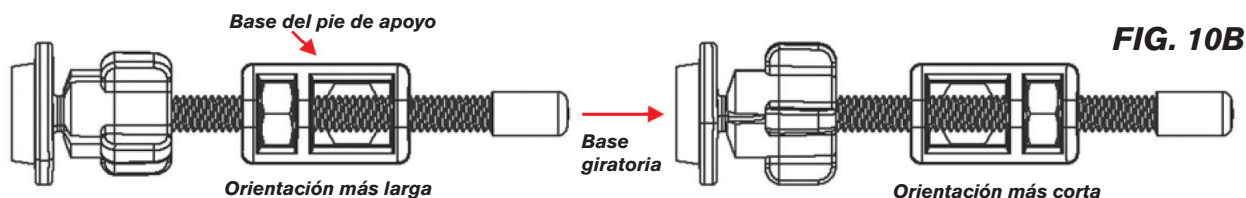

FIG. 10B
- Pase el perno de ajuste hacia adentro en dirección a la pared de la plataforma, ejerciendo algo de presión sobre el pie, luego continúe moviendo el perno hacia adentro con la llave dinamométrica para apretar a 70 libra-pulgada (5.9 libra-pie), hasta que el riel esté visualmente nivelado. El perno de ajuste se puede quitar y la base se puede girar 180 grados para ajustar el espacio libre variable con la pared de la plataforma (FIG. 10B). Verifique la dimensión BR después de nivelar los rieles.